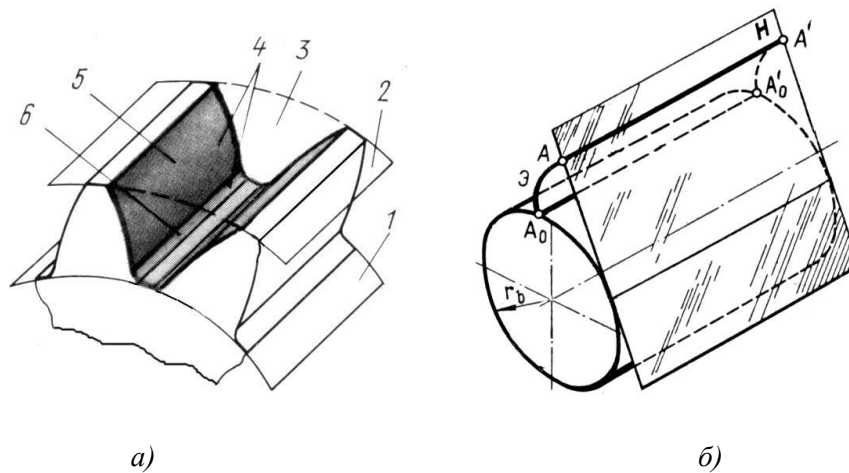

Рис. 1
Розглянемо основні елементи зубчастого колеса (рис. 1, а). Циліндрична поверхня (1), що відокремлює зубці від тіла зубчастого колеса, називається поверхнею западин зубців. Циліндрична поверхня (2), що обмежує зуби по висоті – поверхня вершин зубців. Простір між двома сусідніми зубцями (3) – западина. Поверхня, що обмежує зуб зі сторони западини (4), називається бічною поверхнею зуба.
Головною поверхнею, як зазначалось вище, найчастіше є евольвентна поверхня. Її можна подати як сукупність цілком однакових евольвент, що розміщені у площинах, перпендикулярних до осі колеса. Ці евольвенти є траєкторіями точок твірної прямої AA_0 , що належить площині H , яка перекочується по основному циліндру без ковзання (рис. 1, б).